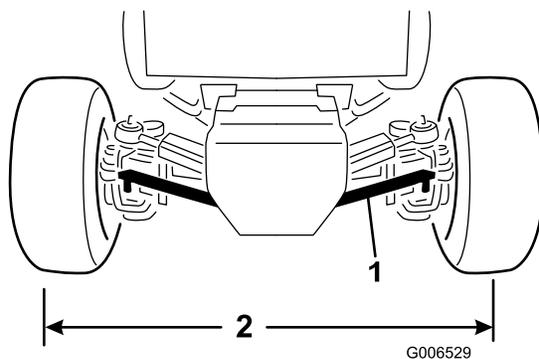

Figura 58
2. Togliete i dadi che fissano un giunto sferico del tirante alla staffa di montaggio del ponte, e scollegate il giunto dal ponte (Figura 58).
4. Ruotate il giunto sferico del tirante verso l'interno o verso l'esterno finché la distanza da centro a centro sulla parte anteriore e posteriore delle ruote posteriori non è identica (Figura 58).